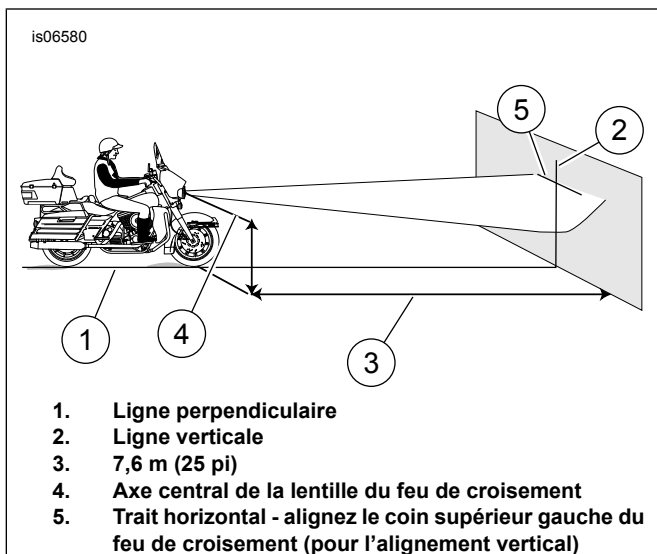

Figure 9. Examiner l'alignement des phares avant
5. Référez-vous à Figure 8 et à Figure 9. Une fois le véhicule chargé et redressé, pointez la roue avant bien droite en direction du mur. Mesurez la distance entre le sol et le centre de l'ampoule du feu de croisement (4). Consignez cette mesure.
6. Voir la Figure 9. Tracez une ligne horizontale sur le mur à (5) qui correspond à la mesure consignée à l'étape 5.
- Tracez une ligne verticale (2) à l'écart de la ligne perpendiculaire (1) afin que celle-ci croise la ligne horizontale dessinée à l'étape précédente.